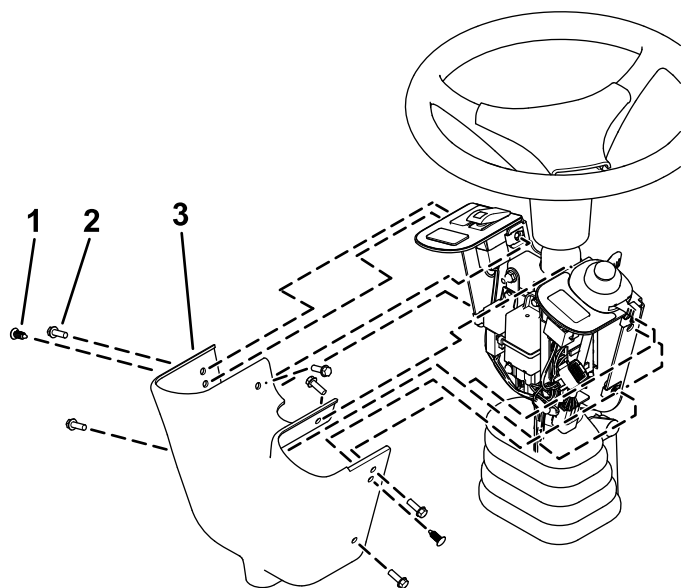

Figura 10
14. Fissate la protezione dei comandi sul supporto dell'interruttore con 2 rivetti a spinta e 6 viti a testa esagonale ($\frac{1}{4}$ " x $\frac{3}{4}$ "), come mostrato nella Figura 10.